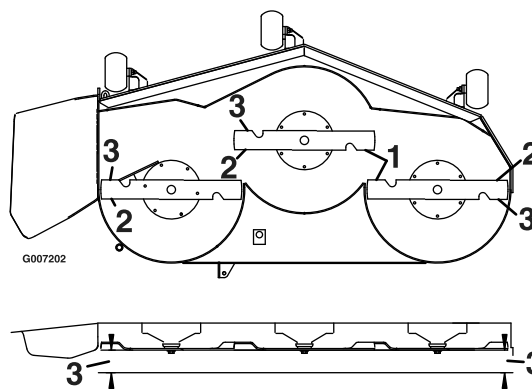

Figure 70
4. Mesurez la distance entre les tranchants extérieurs et le sol plat (Figure 70). Si les deux mesures diffèrent de plus de 5 mm, un réglage s'impose. Poursuivez la procédure de mise à niveau.